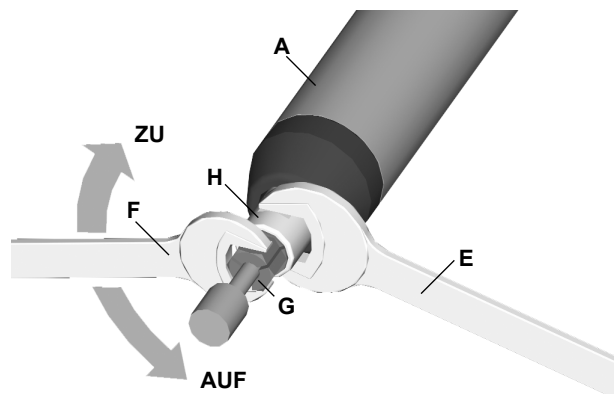

Abb. 2: Werkzeugwechsel R 4102 / R 4105
Mittels der im Zubehör mitgelieferten Schlüssel (E+F) die Spindel (H) festhalten und Spannzange (G) (Rechtsgewinde) öffnen bzw. schließen (siehe Abb. 2).